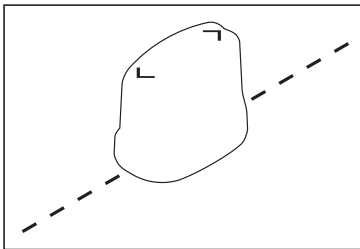

Abb. 23: Ausrichtung des Generators zur Leitung beim indirekten Besenden
1. Positionieren Sie den Generator mit seiner Längsachse parallel über der zu ortenden Leitung (Abb. 23).